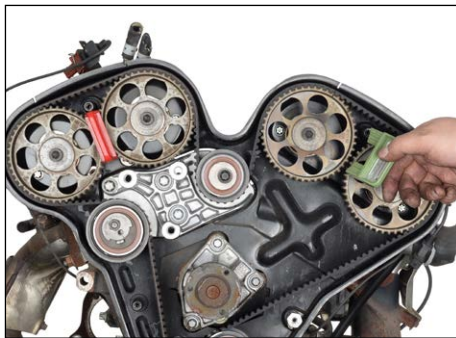
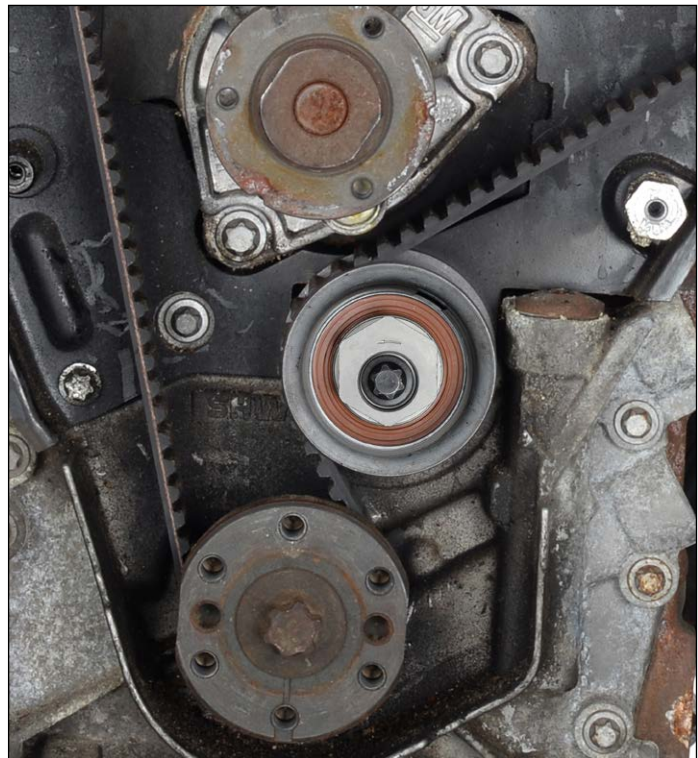

fig. 8
fig. 10
4. Introduceți unealta de fixare pentru arborele cu came OE (KM-800-2) verde, cu denumirea „Top“ în sus, între roțile arborelui cu came „3“ și „4“ (fig. 8 și 9). În cazul în care instrumentul de fixare nu poate fi introdus, slăbiți rola de ghidare a curelei de distribuție jos (fig. 10) și rotiți discul excentricului cu un întinzător MKM-6038 sau un clește de pompă de apă, până când instrumentul poate fi introdus. Acum motorul este fixat în poziția TDC (fig. 3).
9. Rotiți excentricul rolei de ghidare de jos cu un întinzător OE MKM-6038 sau cu un clește de pompă de apă în sens invers acelor de ceasornic (fig. 10), până când vârful excentricului ajunge cca. în poziția orei 12 și marcajele pinioanelor arborelui cu came și ale calibrului-etalon OE (KM-800-20) sunt aliniate (fig. 20). Strângeți rola de ghidare de jos cu 40 Nm. Pinioanele arborelui cu came „3” și „4” trebuie să fie stabilite cu precizie, înainte să fie setate pinioanele arborelui cu came „1” și „2”!